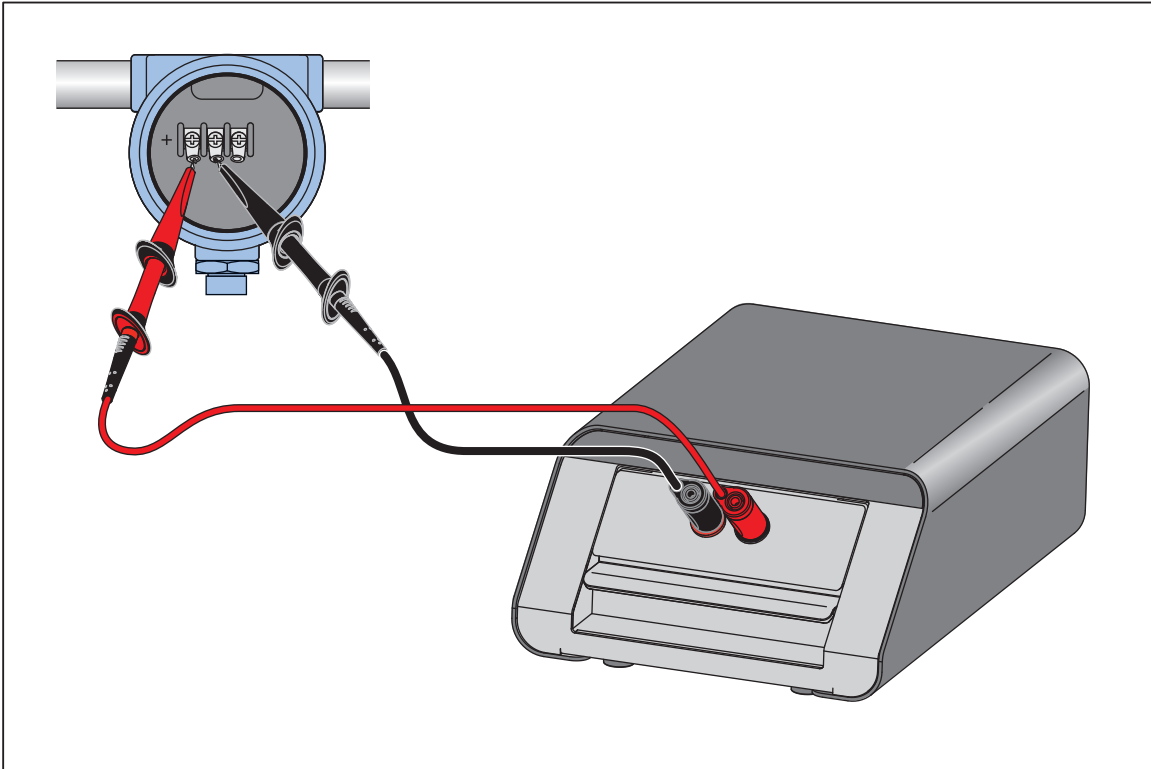

Abbildung 2. Transmitteranschlüsse
1. Schließen Sie die Prüfkabel vom Produkt an den entsprechenden Klemmen am HART-Gerät an. Beachten Sie dabei die Polarität. Siehe Abbildung 2.